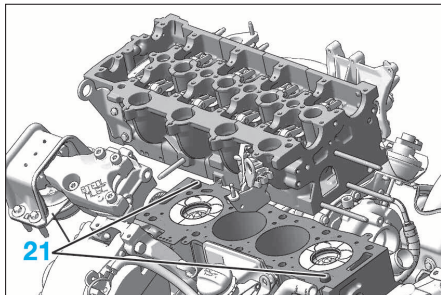

FIG. 65
- Vérifier la présence des goupilles (21) (Fig.65).